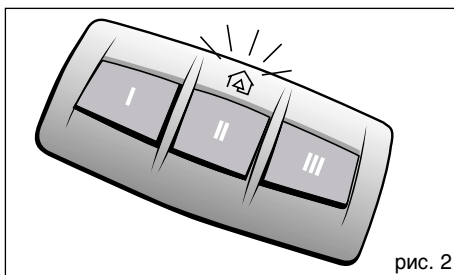

рис. 2
- 1) Нажмите соответствующую кнопку HomeLink I, II, или III - которую Вы хотели бы запрограммировать, и удерживайте ее приблизительно 20 секунд до тех пор, пока светодиод HomeLink не начнет медленно вспыхивать (рис. 2). Не отпускайте ее до завершения шага 4!